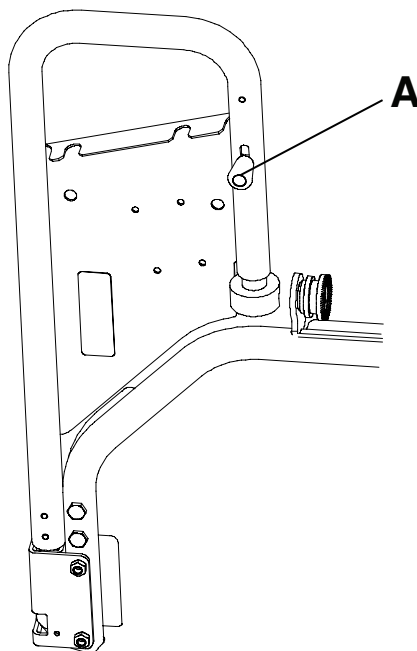

Figura 7 – Ubicación del mando rojo
2. Para retirar la extensión de la mesa, tire hacia usted del mando rojo (A) que hay debajo de la extensión (Figura 7). Gire la extensión hacia abajo y tire recto de ella hasta sacarla del orificio.